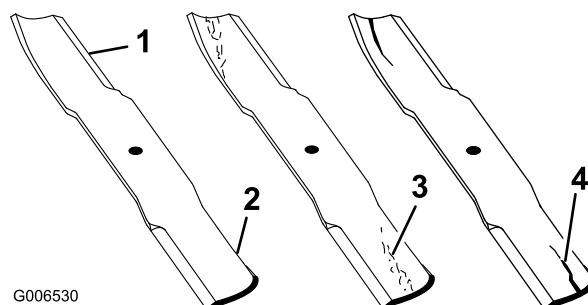

Figura 25
4. Verificate accuratamente i taglienti, con particolare attenzione ai punti d'incontro delle sezioni piatta e curva della lama (Figura 25).
**Nota:** Sabbia e materiali abrasivi possono consumare il metallo che connette le sezioni piatta e curva della lama, per cui si consiglia di controllare la lama prima di usare la macchina. Se notate che la lama è usurata (Figura 25), sostituirla; vedere Rimozione della lama.
Se continuate ad usare la lama usurata, si forma una scanalatura tra la costa e la sezione piatta della lama (Figura 25). Alla fine, un pezzo di lama può staccarsi e venire lanciato dal sottoscocca, con il rischio di ferire gravemente voi o gli astanti.